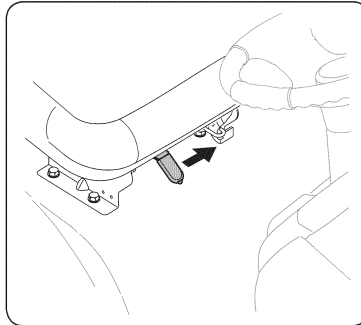

Рис. 5
3. Чтобы регулировать сиденье на моделях оборудованных рычагом корректировки места сиденья, перемещают рычаг (размещен под сиденьем), что бы передвинуть сиденье Вам потребуется, сдвинуть рычаг в лево и перемещать сидение вперед или назад до тех пор пока сидение не защелкнется в ограничителе (см. Рис.5). До эксплуатации трактора проверьте, что сидение зафиксировано.